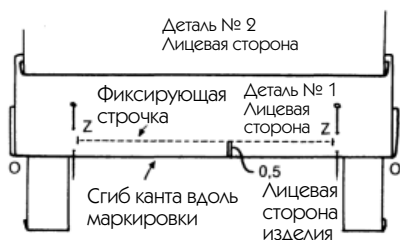

Рис. 525
2. Вдоль маркировки, нанесенной с помощью мела или клейкой ленты на лицевой стороне изделия, положите складку детали 1 в направлении, показанном на рис. 525, заколите точно рядом с вертикальными отметками, затем отклейте при необходимости горизонтальную полоску, как на примере.
— Как намечено, проложите строчку от Z до Z (рис. 525).